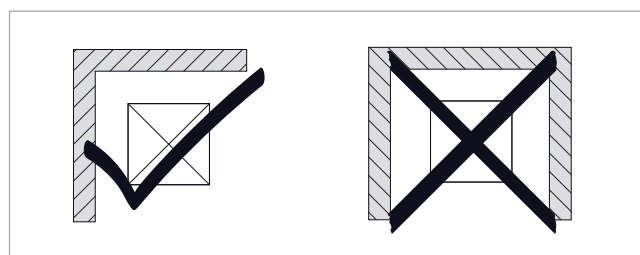

Fig. 3: Condizioni di montaggio nelle vicinanze di pareti
- Non posizionare la pompa di calore in strutture con tre lati chiusi, vedere la → Fig. 3